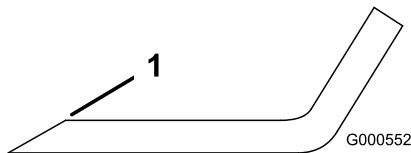
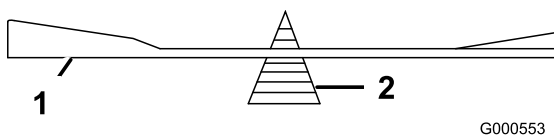

Figure 57
Figure 58
1. Au moyen d'une lime, aiguisez les tranchants aux deux extrémités de la lame (Figure 57). Veillez à conserver l'angle de coupe d'origine. Limez la même quantité de métal sur chacun des deux tranchants pour ne pas déséquilibrer la lame.
2. Vérifiez l'équilibre de la lame en la plaçant sur un équilibreur (Figure 58). Si la lame reste horizontale, elle est équilibrée et peut être utilisée. Si la lame est déséquilibrée, limez un peu l'extrémité de la partie relevée seulement (Figure 57). Répétez la procédure jusqu'à ce que la lame soit équilibrée.